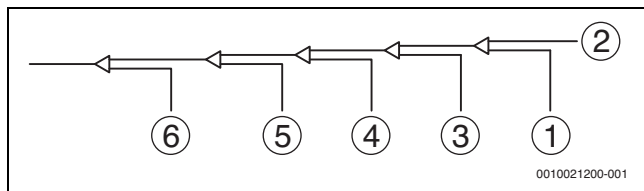

Fig. 14
8. Rincer les autres ouvertures de la même manière, en procédant dans l'ordre depuis l'unité intérieure A vers les unités extérieures. Se référer à la figure 14.